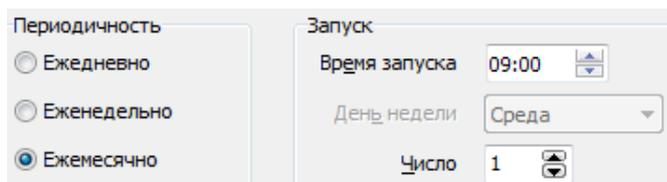

Рисунок 27.4 – Вкладка Автоматический перенос данных в архив, ежемесячный перенос
- Ежемесячно: в этом случае необходимо указать Время запуска и Число месяца, когда будет происходить перенос данных в архив (рисунок 27.4).